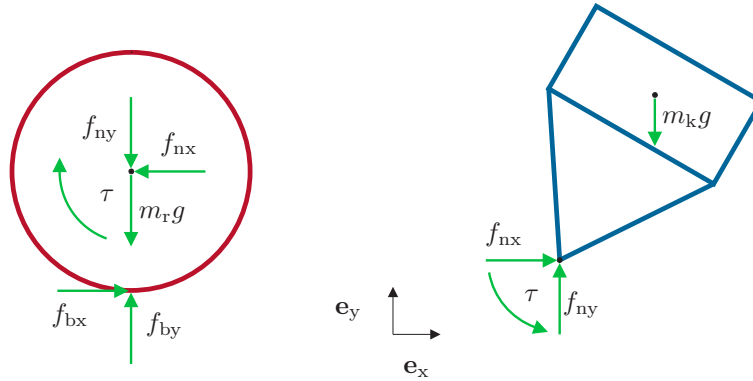

Abbildung 5: Freischnitt Bsp. 2.
a) Schnittskizze: siehe Abbildung 5